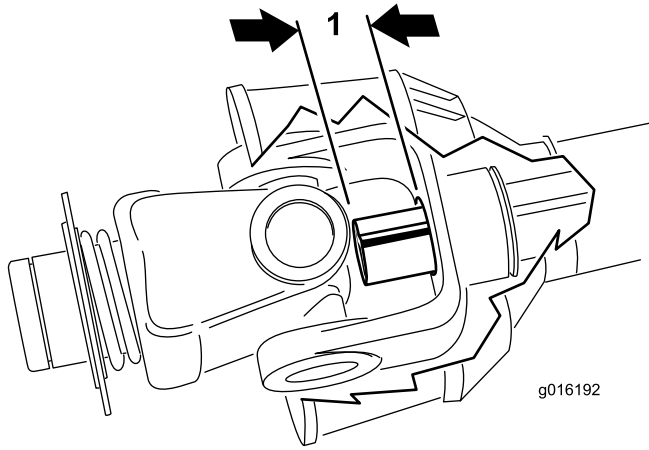

図 17
9. PTO シャフトのチューブを押し縮めて一番短くなった状態にする。内側のシャフトが飛び出して外側のシャフトのクロス部やベアリング部に入らないことを確認する（図 17）。入
- 内側のシャフトが外側のシャフトのクロス部やベアリング部に入っている深さを測定する (図 17)。この値を、先ほどのステップ 8 で求めた値に加える。